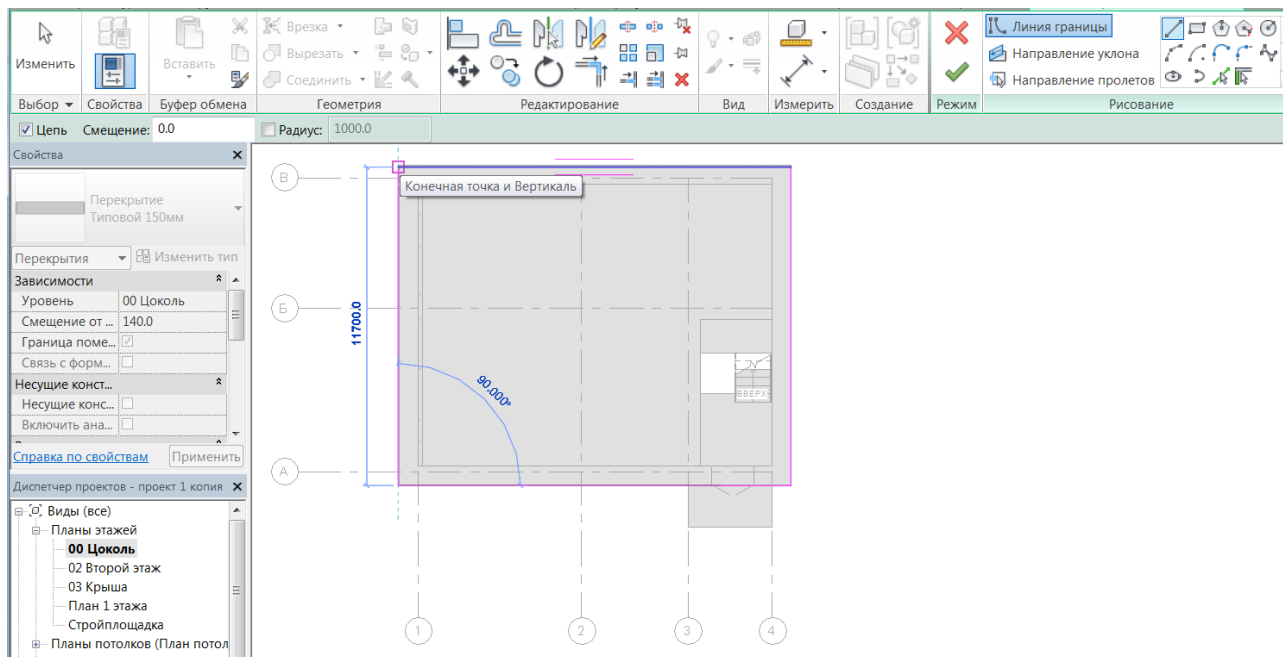

Рис. 110
5. На панели **Рисование** выбрать **Линия границы** и начертить эскиз отмоктки инструментом **Линия** по внешнему периметру цоколя (рис.110).